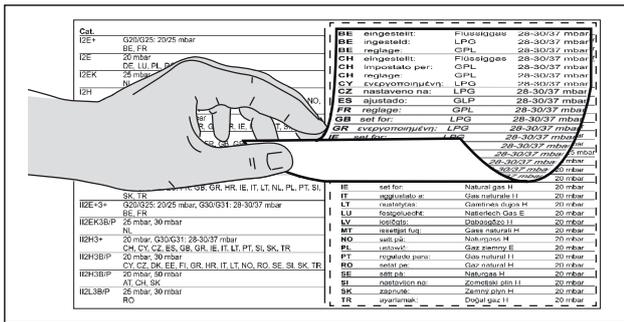

Fig. 5.28 Pegar las placas de características del juego de inyectores
- ▶ Pegue en su sitio las placas de características del juego de inyectores incluidas en el suministro, sobre la placa de características del juego de inyectores situada en el lado inferior de la placa de cocción (v. fig. 5.28) y en el dorso de las presentes instrucciones de uso y montaje.